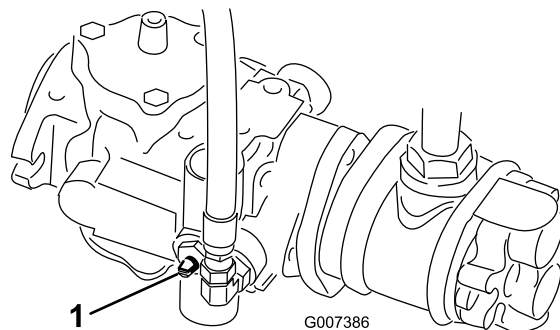

図 40
1. 油圧ポンプについているバイパスバルブ（図 40）の溝が「縦」になるようにバルブを回転させる。
2. エンジンを始動する時には、必ずバイパスバルブ（図 40）を閉じる（溝が横向きになる）。バルブを開けたままでエンジンを掛けないこと。